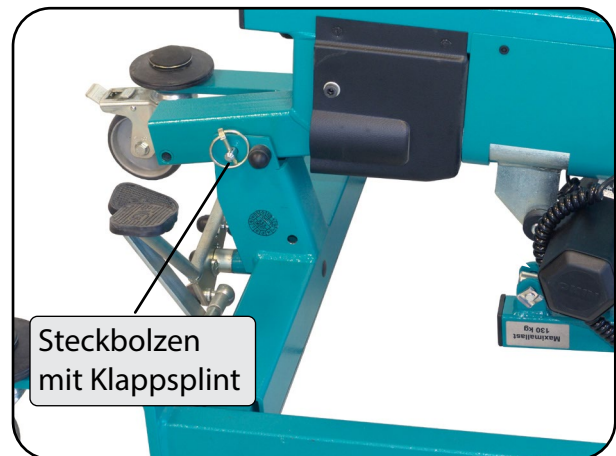

Abbildung 21
17. Arretieren Sie den Mast mit dem Bolzen in der Transportbohrung und sichern Sie ihn mit dem Klappsplint (Abbildung 21).